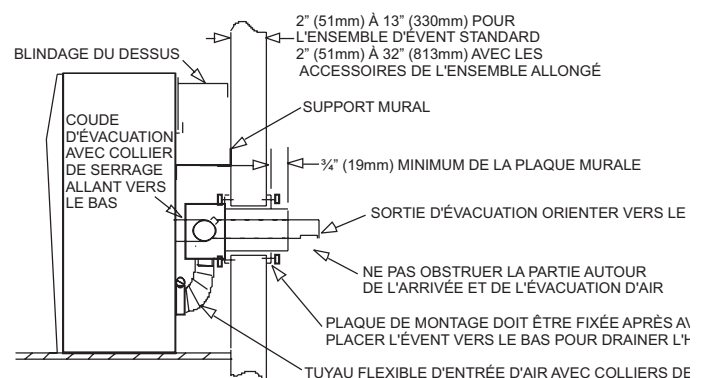

Figure 4
Pour compléter l'installation intérieure, attacher le radiateur au support mural en attachant les deux supports de montage muraux au support mural en utilisant (2) vis à tête hex de 10 x 1/2" (13mm) qui sont fournies (Voir Figures 4 et 6). Lorsque vous voulez attacher la paroi du côté droit et celle du côté gauche à la paroi arrière, le rebord de la paroi de 3/4" (19mm) de largeur doit être positionné vers la paroi de côté. Lorsqu'elle est bien positionnée, les (6) volets de la paroi seront vers le haut et l'entrée défonçable sera vers le bas.